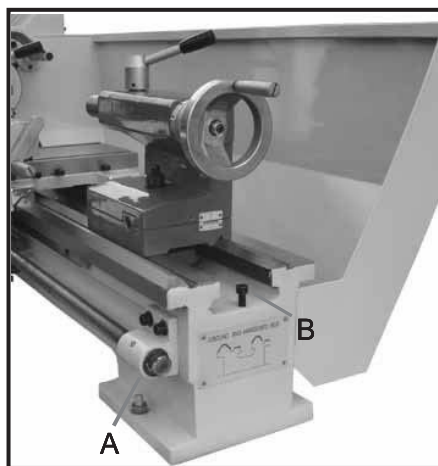

Рис. 9
Ходовой винт установлен в передней части станины станка. Он соединен с редуктором слева для автоматической подачи и поддерживается подшипниками на обоих концах. Две шлицевые гайки (В, Рис. 9) на правом конце предназначены для зацепления ходового винта.
### Задняя бабка (Рис. 9)
**ПРИМЕЧАНИЕ:** Установить крепежный винт (В, Рис. 9) на торце станка, чтобы предотвратить бабку от падения со станины.